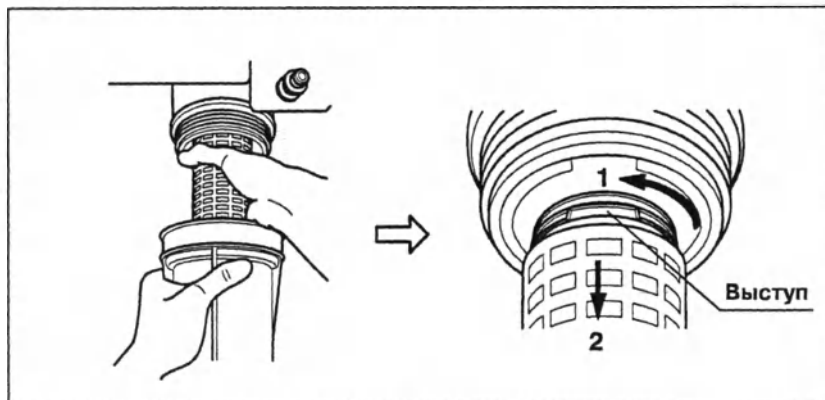

Рис. 4.16
5. Если внутри корпуса имеется старый водяной фильтр, поверните его в направлении, показанном на рис. 4.16, освобождая выступ в его верхней части, и вытяните его вниз для извлечения (см. рис. 4.16).